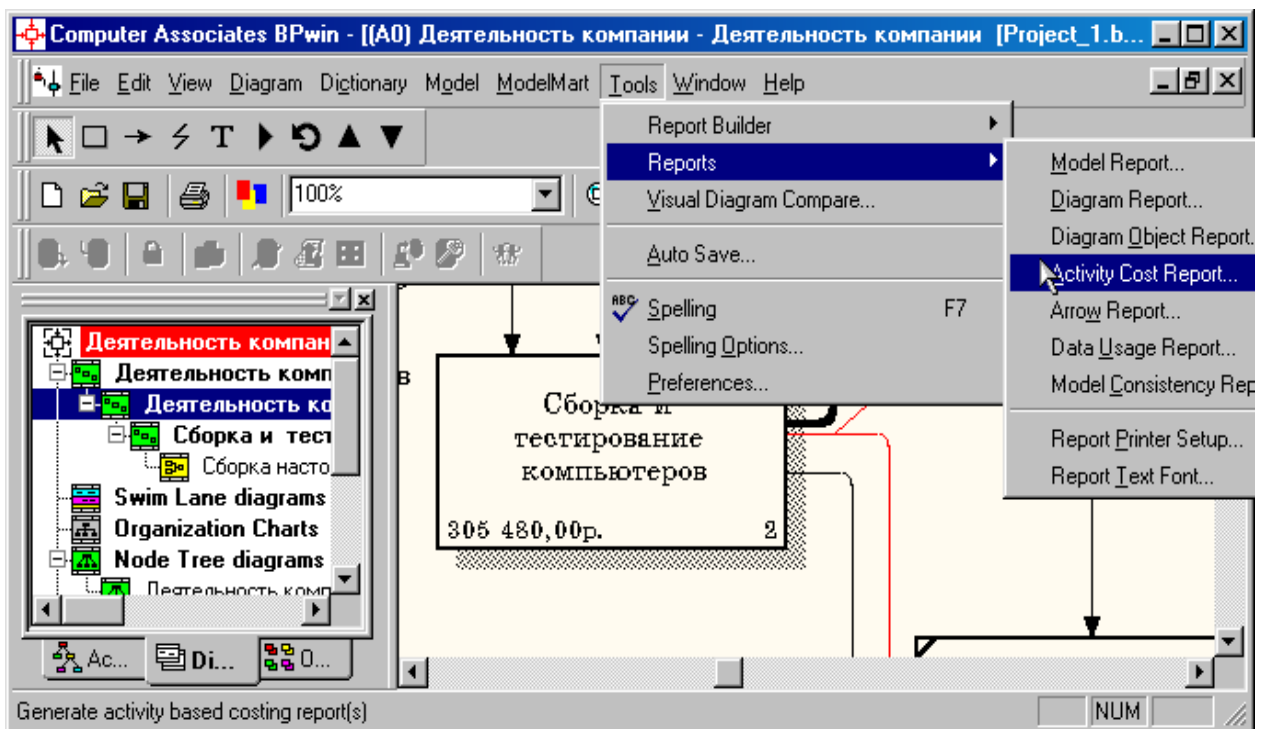

Рисунок 1.74 – Выбор опций меню для генерации отчета **Activity Cost Report**
4. Выбрав соответствующие опции меню (рисунок 1.74), сгенерируйте отчет **Activity Cost Report**.